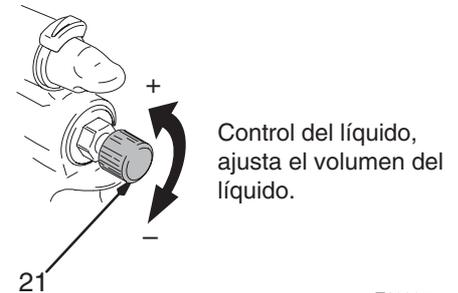

Fig. 4
3. Si se necesita un ajuste de líquido ulterior, gire la perilla de ajuste del líquido (21) en el sentido de las agujas del reloj para reducir el volumen de salida de líquido. Vea la Fig. 4.